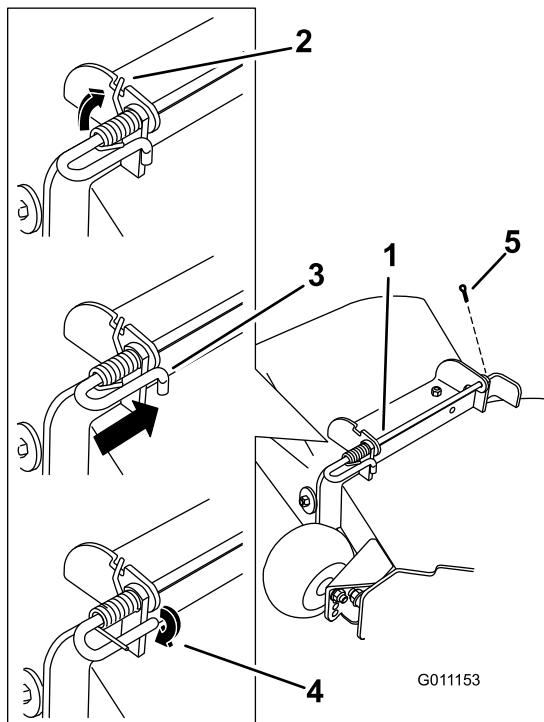

Bild 71
- Heben Sie das lange Ende der Feder an und setzen es in die Kerbe an der Ablenkblechhalterung (Bild 71).
6. Befestigen Sie die Stange und Feder, indem Sie diese so drehen, dass das kurze Ende der Stange hinter die vordere Halterung passt, die an das Mähwerk geschweißt ist (Bild 71).
7. Setzen Sie den Splint ein (Bild 71).